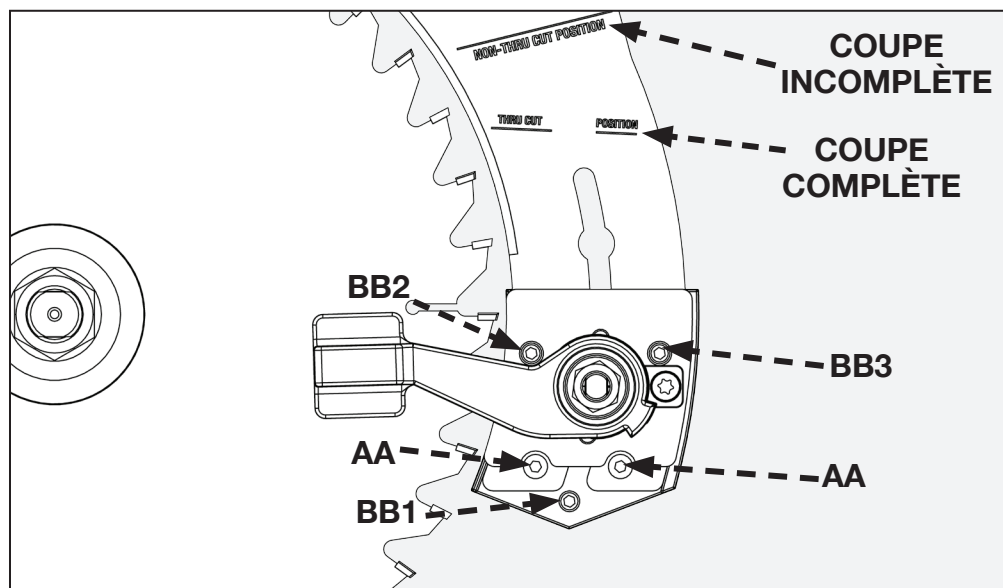

FIGURE 59
3. Faire glisser le couteau diviseur vers le haut et l'arrière jusqu'à ce que vous sentiez que les tiges de verrouillage engagent le couteau diviseur à la position « coupe incomplète ». Lorsque correctement aligné dans cette position, la ligne de « coupe incomplète » sur le couteau diviseur sera parallèle et au niveau de la table. Voir figure 59 à la page 33.
Le point de localisation pour la POSITION DE COUPE INCOMPLÈTE est tel qu'illustré à la figure 59. (L'opérateur doit ajuster le couteau diviseur à cette position lors de coupes « INCOMPLÈTES »)
Si un ajustement en parallèle est nécessaire, utiliser les figure 59 et 60 pour faire les ajustements suivants :
Si le couteau diviseur a un mauvais alignement horizontal, le régler comme suit en utilisant les figures 59 et 61 :
Si le couteau diviseur a un mauvais alignement vertical, le régler comme suit en utilisant les figures 59 et 62 :